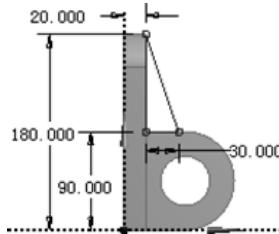

图 3.3.20 截面草图 Sketch3
(1) 绘制 Sketch3。在“草图绘制”工具条中的 **ZXPlane** 下拉列表中选择 ZXPlane 平面作为草图平面，单击“New Sketch”按钮 ，绘制图 3.3.20 所示的截面草图 Sketch3。